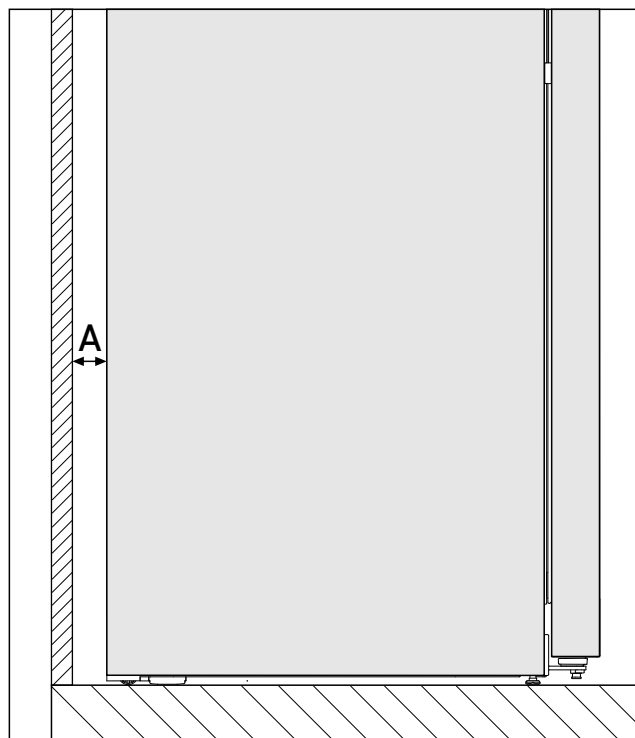

Fig. 3 *
Il consumo energetico è stato rilevato con una distanza dalla parete Fig. 3 (A) tra il retro dell'apparecchio e la parete. Se la distanza dalla parete è inferiore a Fig. 3 (A), questo non influenza in alcun modo la funzionalità dell'apparecchio, ma il consumo energetico aumenta con una distanza dalla parete inferiore.